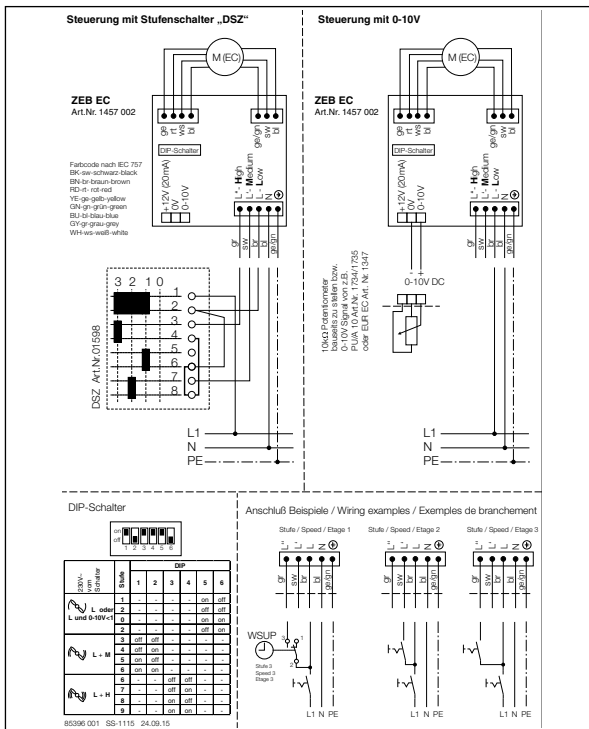

Abb.1
Dazu das Gerät allpolig vom Netz trennen; Deckel wie in Abb. 1 öffnen und die Stufen auswählen. Diese werden über S1 ... S4 laut dem SS-1115 eingestellt. Die Montage erfolgt sinngemäß in umgekehrter Reihenfolge.
- **Demontage:** Drehen Sie den Deckel des Ventilators so, dass sich die Aussparung im Deckel am Pressmund befindet. Lockern Sie anschließend die Klickverbindung in der Mitte mit Hilfe eines Schraubenziehers und nehmen Sie den Deckel ab (siehe Abb. 1).
- **Demontage:** Stecken Sie einen Schraubendreher (ca. 8 mm) zwischen eine Klickverbindung des Ventilatorteils und das Ventilatorgehäuse und bewegen Sie das Ventilatorteil etwas nach oben (siehe Abb. 1). Die Klickverbindung löst sich. Lockern Sie mit Hilfe des Schraubendrehers auch die anderen Klickverbindungen und nehmen Sie das Ventilatorteil aufrecht aus dem Ventilatorgehäuse heraus.